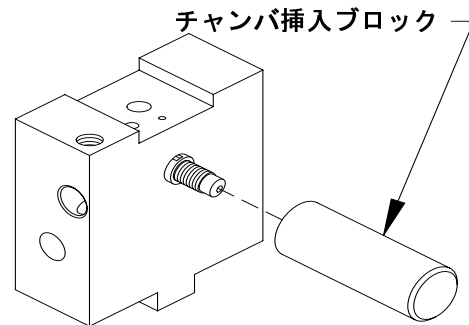

図. 27: チャンバの配置
6. ガンブロックの後部を手のひらの方向に向けるようにして、混合チャンバ挿入ブロックをチャンバのノーズ部分に置き、チャンバフランジにぴったりと入るようにします。チャンバのフランジがガンブロックと同一面になるまで挿入ブロックをしっかりとハンマーで叩きます（図. 27）。